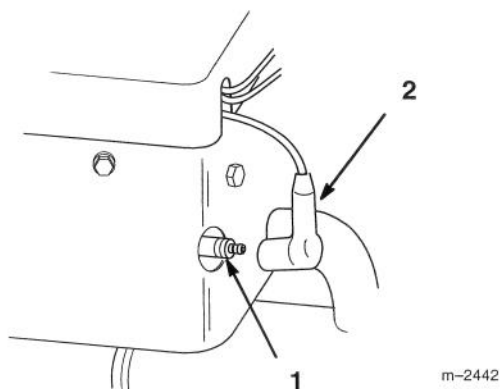

Abbildung 21
3. Zündkerzenstecker von der Zündkerze abziehen (Abb. 21). Nun den Bereich um die Zündkerze reinigen, damit kein Schmutz in den Motor gelangen und ihn beschädigen kann.
3. Zündkerzenkabel wieder auf die Zündkerzen aufstecken (Abb. 21).